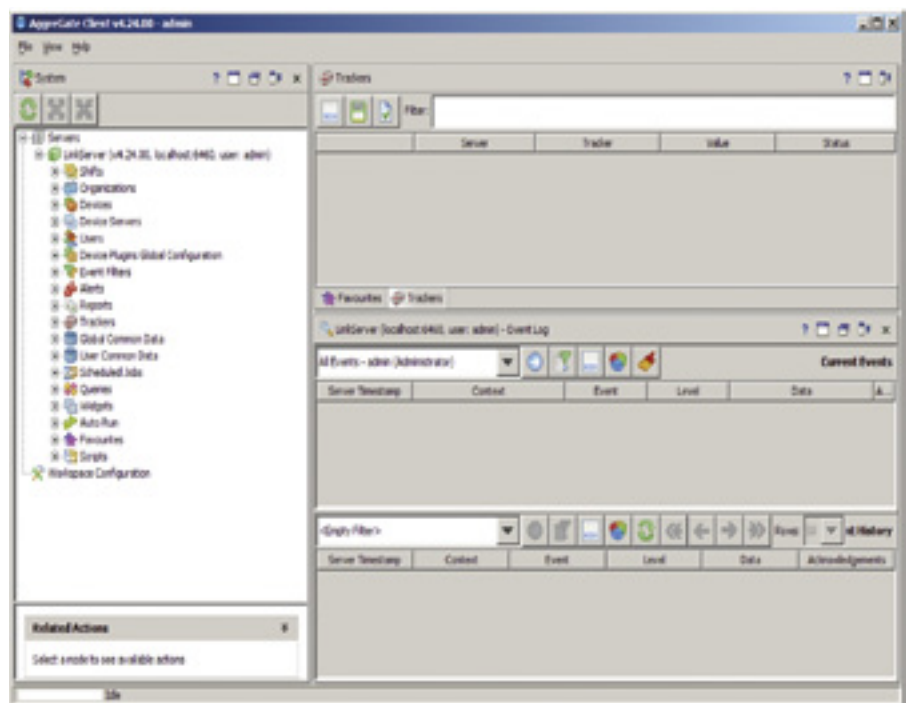

Fig. 9 - Aggregate Client: l'ambiente di lavoro.
4. dopo aver effettuato il login ci verrà mostrata la schermata riportata nella **Fig. 9**.